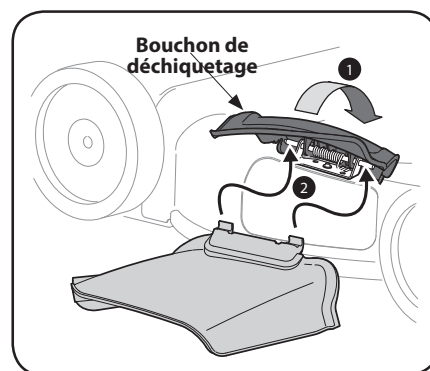

Figure 2-9
1. Relevez le bouchon de déchiqetage qui se trouve sur le côté de la tondeuse. Voir Figure 2-9.